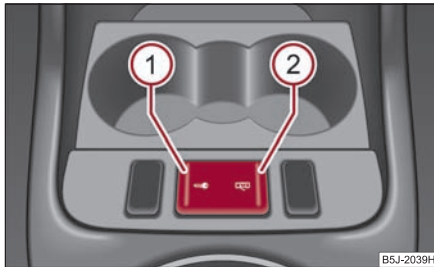

Abb. 37 Taste für Zentralverriegelung
- Drücken Sie die Taste (1) ⇒ Abb. 37. Das Symbol  in der Taste leuchtet auf.
- Drücken Sie die Taste (2) ⇒ Abb. 37. In der Taste erlischt das Symbol .